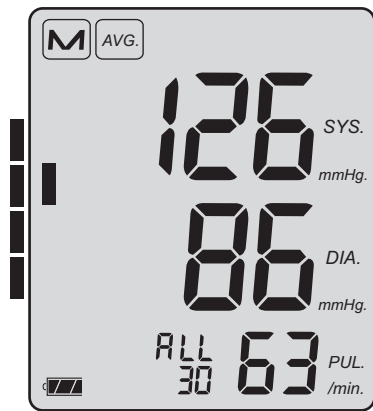

Fig. 8
- ➡ Dopo ogni 30 misurazioni registrate, richiamare il proprio valore medio mediante una breve pressione sul pulsante M **con l'apparecchio spento**. Sarà visualizzato il valore medio di tutti i valori memorizzati (ALL). Premendo nuovamente il tasto M si visualizza il valore medio di tutte le misurazioni tra le 0:00 e le 11:59 (AM), poi il valore medio di tutte le misurazioni tra le 12:00 e le 23:59 (PM). Il numero delle misurazioni contenute nel valore medio è visualizzato in ALL/AM/PM (vedere Fig. 8)
Con la visualizzazione dei valori medi, lungo il margine sinistro dello schermo appare un rettangolo scuro (vedere Fig. 8) corrispondente al valore pressorio medio. Dalla scala corrispondente (vedere Fig. 9) si ricava la valutazione dei propri valori pressori secondo l'Organizzazione Mondiale della Sanità OMS (vedere pag. 136).